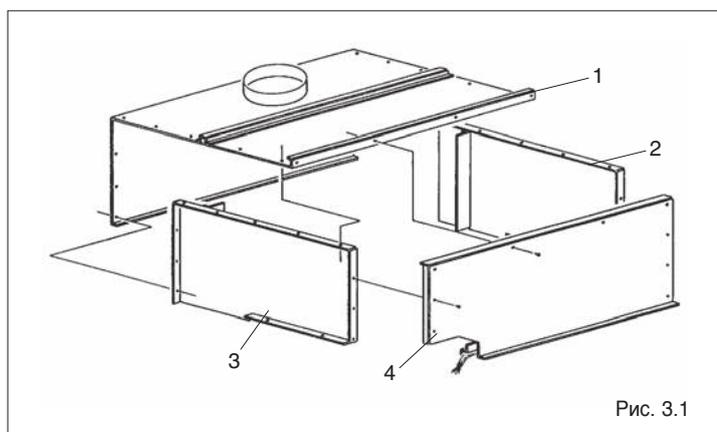

Рис. 3.1
Дымосборная камера поставляется в виде четырех частей, которые соединяются между собой с помощью винтов, входящих в комплект поставки (Рис. 3.1). Для сборки необходимо закрепить правую боковую панель (2) на верхней панели (1) с помощью девяти саморезных винтов TE 12E x 1/2".